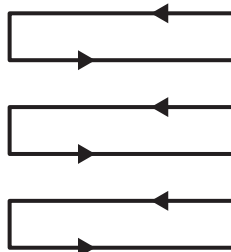

Rys. 17
1. Zwolnić dźwignię uruchamiania (2), aby zatrzymać kosiarkę (rys. 17).